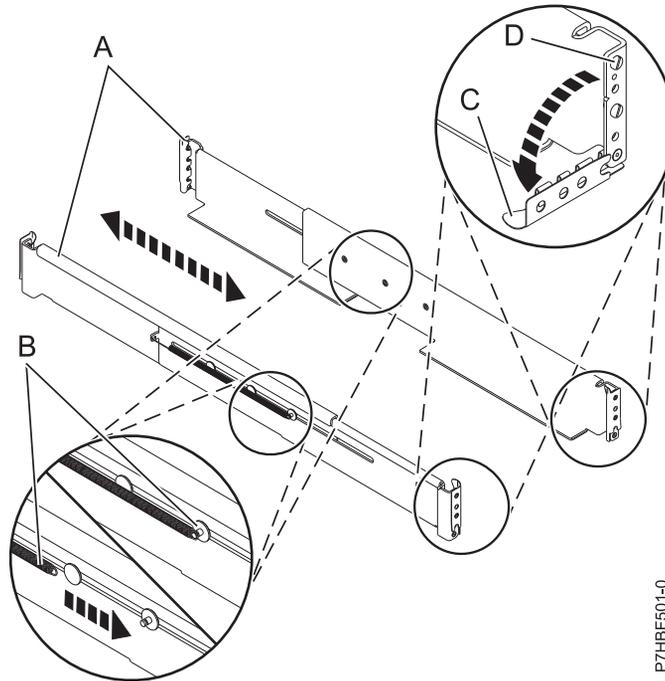

Figura 4. Instalación de los rieles
- Gire hacia abajo las abrazaderas frontal y posterior **(C)** de los rieles derecho e izquierdo, tal como se muestra en Figura 4 en la página 7.
4. En cada riel, quite la cinta que sujeta el muelle (**B**) al riel. Enganche el extremo del muelle alrededor del empalme circular del riel tal como se muestra en Figura 4.